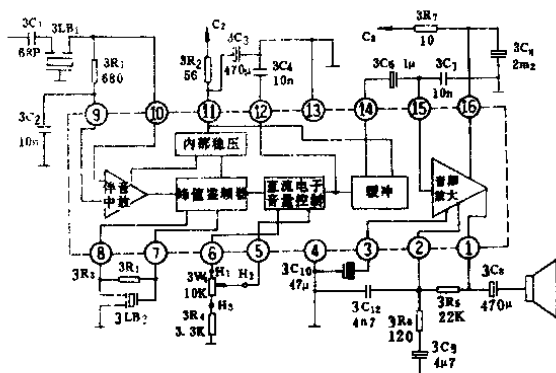

图 1-3
4. 一台春笋牌 SD441A 型 17 英寸黑白电视机，出现无图无声故障，经检查是伴音集成块 AN355 损坏。检查的方法是：用起子碰触⑭，⑮脚，喇叭发出“嘟嘟”声，说明音频放大器正常。再碰触⑫脚，喇叭也发出“嘟嘟”声，说明缓冲级也正常，肯定故障在此级之前。将 3R₁ 对地短路，伴音可恢复，说明 AN355 内部的直流音量控制电路损坏。进一步用万用表测
⑤、⑥脚电压,发现上升到 4.4V(正常值为 4V),调节音量电位器,⑤脚电压不变化(正常工作此时脚电压在 1.5V~4V 之间变化)
应急修理办法是:见图 1-3,先把电阻 3R₁ 焊下,用导线将 3R₁ 原引脚焊点短路,测⑤、⑥脚电压降低,旋转音量电位器至中间位置时出现伴音,但音量不能控制。焊下 3W₁ 测其阻值为 1.2K Ω ,用一只 1K 的电位器焊上后,伴音恢复正常。这样修理节省开支,AN355 可继续使用。